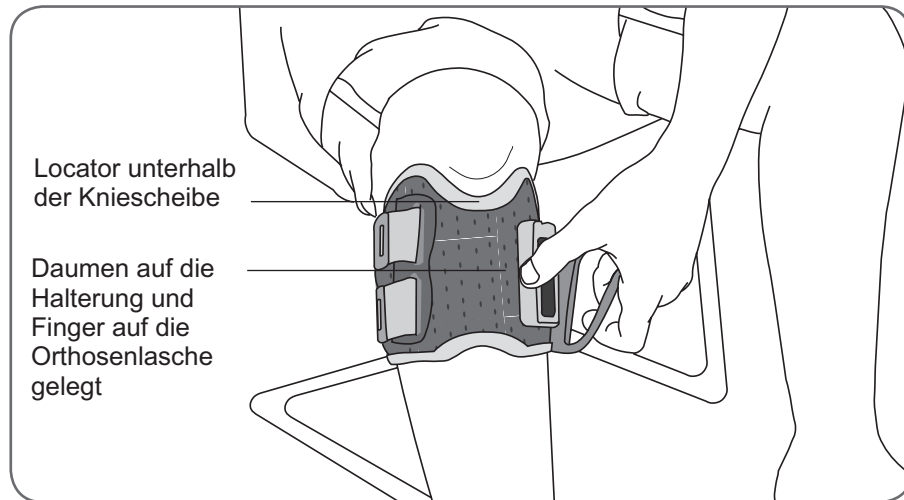

Abbildung 7-3: Befestigung des L300-FS-Manschetten Gurts
8. Lassen Sie den Daumen auf der Halterung, und befestigen Sie die Orthosenlasche der L300-FS-Manschette in der Halterung (siehe Abbildung 7-3).